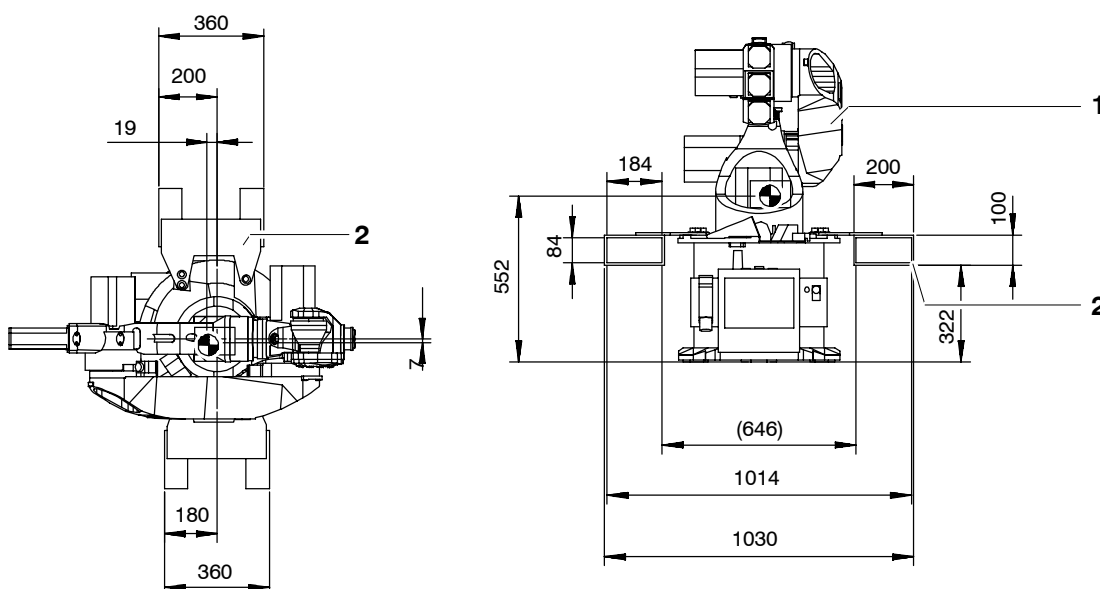

Fig. 40 Poches pour fourches de chariot élévateur
Pour le transport avec le chariot élévateur à fourches, le bâti de rotation prévoit deux poches traversantes démontables (Fig. 40/2) pour les fourches du chariot élévateur. Le manipulateur (1) peut ainsi être saisi des deux côtés.